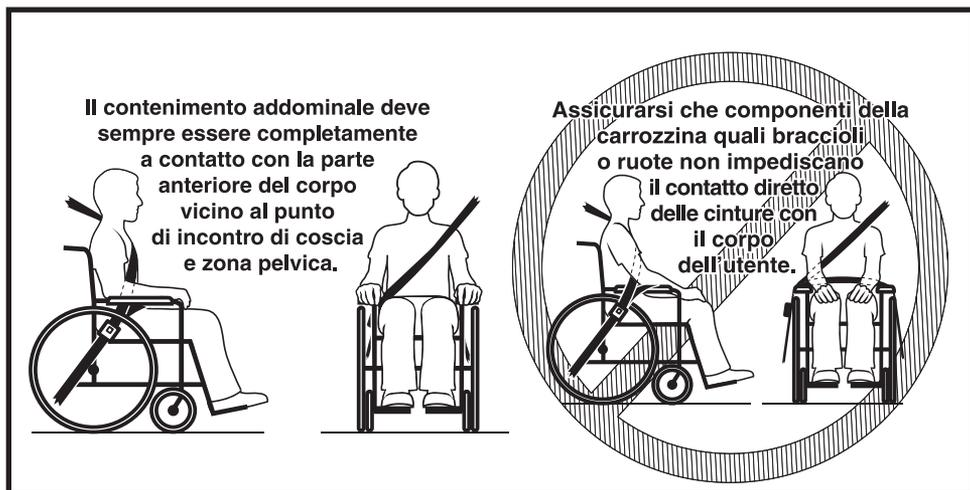

Figura 13. Corretto posizionamento della cintura addominale
- Alcuni componenti della carrozzina, come braccioli e ruote, possono interferire con il corretto posizionamento della cintura. Può essere necessario inserire la cintura tra il bracciolo e lo schienale o attraverso le aperture tra schienale e sedile per evitare di posizionare la cintura addominale sopra il bracciolo. **Consultare la figura 13.**